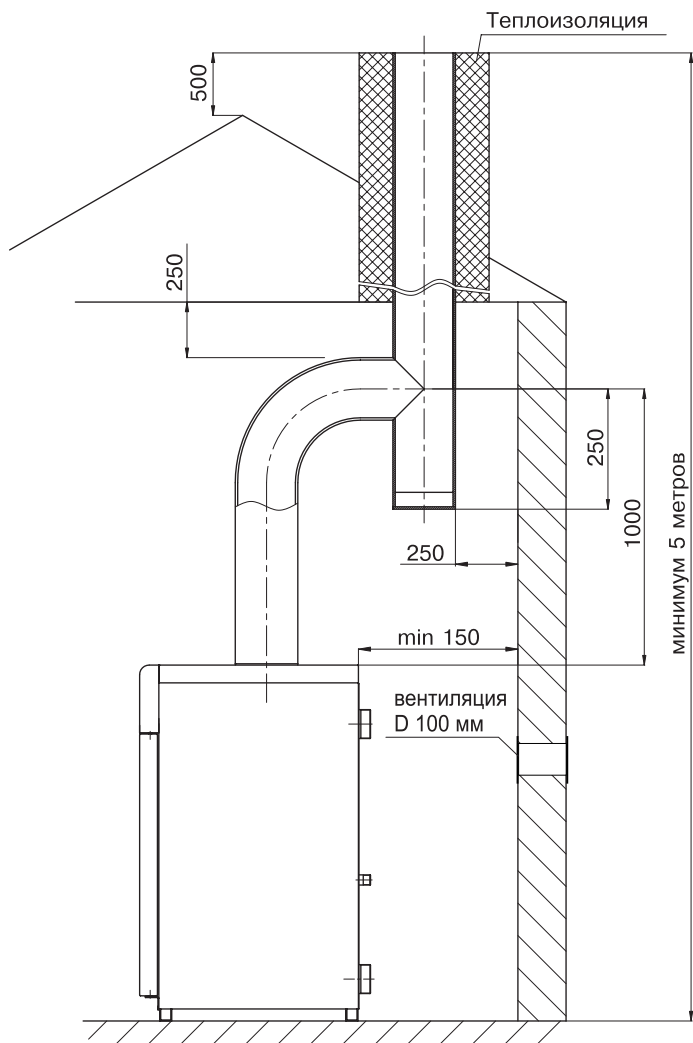

Рис. 4.
- 6.10. Устройство дымоход , к которому подклю ч ется котел, должно соответствов ть СП42-101-2003 «Общие положения по проектиров нию и строительству г зор спредельных систем» (см. рис. 4).